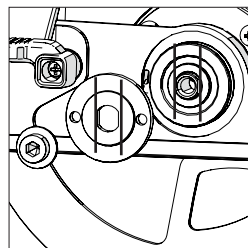

Fig. 7
**Remarque :** La flasque d'entrainement extérieure est pourvue d'un alésage spécialement usiné comportant deux « pièces plates » opposées. (Fig. 7) Ces « pièces plates » s'enclenchent avec deux « pièces plates » complémentaires présentes sur l'arbre de la machine.